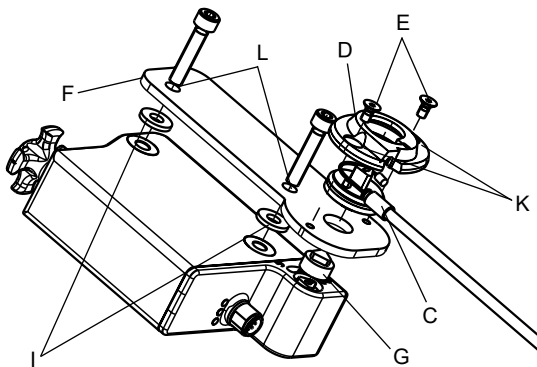

Figura 7
- colocar a superfície saliente (chave triangular com seta) na tampa do adaptador D na ranhura do encaixe da mangueira C (ver a figura 7).